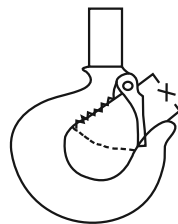

Figura 3 – Reemplazo de Gancho
- b. Compruebe los ganchos de las deformidades, grietas o daños químicos. Si las aberturas de garganta han ancho que el incremento máximo del 15% permitido que aparece en la figura 3., los ganchos han soportado sobrecargas y deben ser reemplazados. Cualquier gancho que esté doblado o torcido más de 10 grados desde el plano de un gancho normal debe ser reemplazado.